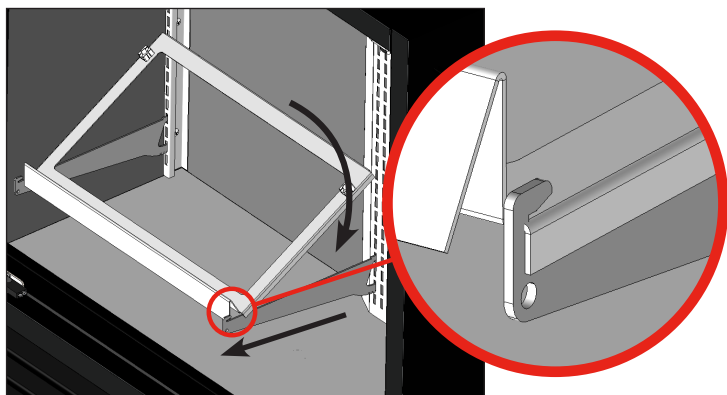

Рис. 15. Установка полки путем приподнимания ее задней части. Убедитесь, что боковые стороны полки свисают с кронштейна.
5. Поднимите заднюю часть кронштейна полки. Установите кронштейн полки на опорные кронштейны. См. рис. 15.
6. Осторожно опустите заднюю часть кронштейна полки и вставьте полку под опорный выступ. См. рис. 15.